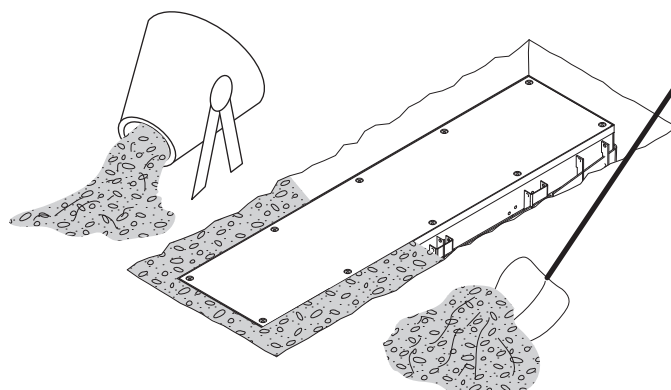

Fig. 9
- Provvedere alla colata del calcestruzzo raccordandolo al pavimento (**fig. 9**). Classe minima del calcestruzzo R'bk 250
- Pour concrete and make it flush with floor (**fig. 9**). Concrete minimum rating: R'bk 250
- Den Beton einlassen und mit dem Boden verbinden (**Abb. 9**). Min. Betonklasse R'bk 250
- Couler le béton en le raccordant au plancher (**fig. 9**). La catégorie minimale du béton doit être R'bk 250.
- Inyectar el hormigón hasta el nivel del piso (**fig. 9**). Clase mínima del hormigón R'bk 250